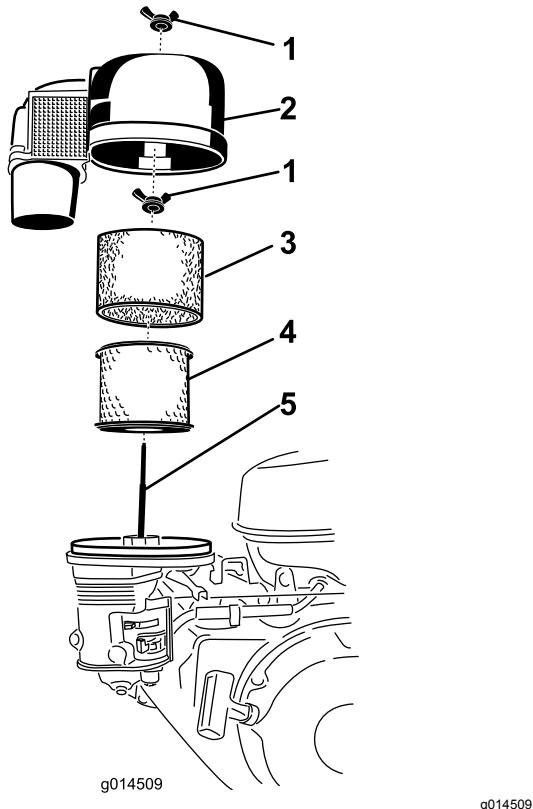

Figura 15
- Rimuovete il dado ad alette e sollevate il coperchio del filtro dell'aria con la carenatura del filtro dell'aria (Figura 15).
- Rimuovete l'elemento in schiuma (Figura 15).
- Rimuovete il dado ad alette sulla parte superiore dell'elemento di carta e rimuovete l'elemento di carta (Figura 15).
- Pulite l'elemento di carta picchiettandolo delicatamente per rimuovere la polvere. Se risulta molto sporco, sostituitelo con uno nuovo (Figura 15).